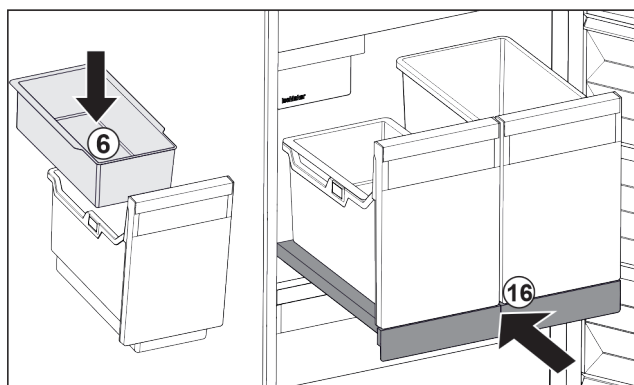

Fig. 145
- Vsadíte závěsnou misku Fig. 145 (6) pro kostky ledu.
- Zasuňte vysouvací přihrádku s nádobou (IceTower). Fig. 145 (16)